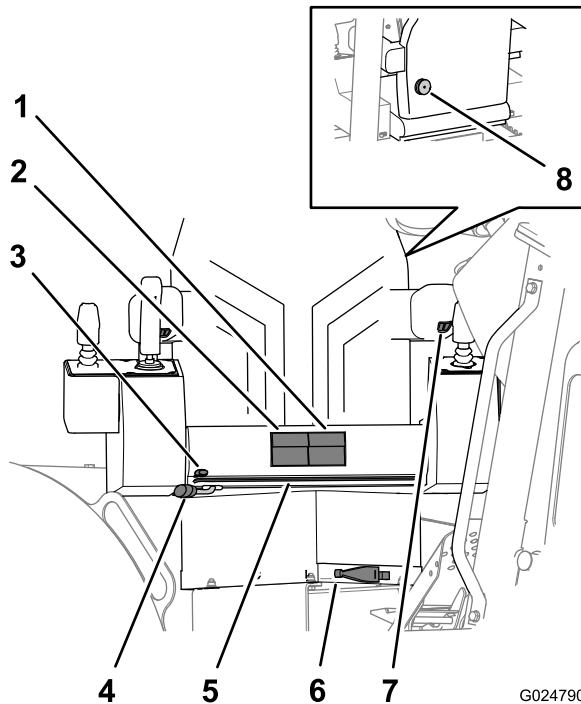

Bild 17
- **Tasten für Sitzhöhe:** Mit den Tasten stellen Sie das Sitzpolster höher oder niedriger ein (Bild 17).
- **Tasten für Sitzverschiebung:** Mit den Tasten schieben Sie das Sitzpolster nach vorne oder hinten (Bild 17).
- **Hebel für das Verschieben des Sitzrahmens:** Mit diesem Hebel verstellen Sie den ganzen Sitz und den Rahmen nach vorne oder hinten (Bild 17).
- **Hebel für das Verschieben des Sitzunterteils:** Mit diesem Hebel verstellen Sie das Sitzunterteil auf dem Sitzrahmen nach vorne oder hinten (Bild 17).
- **Hebel für die Sitzdrehung:** Mit diesem Hebel entsperren Sie den Sitz, damit Sie ihn auf die gewünschte Stellung drehen können. Der Sitz kann um 360° gedreht und in Schritten von 10° arretiert werden (Bild 17).
- **Sitzgewichtsausgleich:** Drehen Sie diesen Hebel, damit der Gewichtsausgleich die Sitzstützenspannung auf das Gewicht des Bedieners einstellt (Bild 17).
Drehen Sie das Bedienelement für die Armlehnenhöhe, um die Armlehne anzuheben oder abzusenken (Bild 17).
Drehen Sie das Handrad für die Sitzlendenstütze hinter dem Sitz, um eine angepasste Lendenstütze für den höchsten Komfort einzustellen (Bild 17).